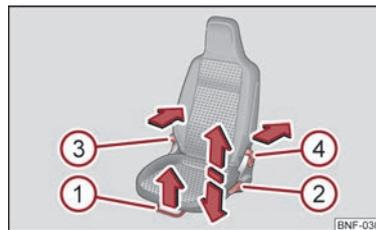

Fig. 33 Elementi di comando sul sedile anteriore
- Tirare verso l'alto la leva ① ⇒ fig. 33 e spingere contemporaneamente il sedile nella posizione desiderata.
- Rilasciare la leva ① e far scorrere il sedile in avanti finché l'elemento di bloccaggio scatta in modo udibile.